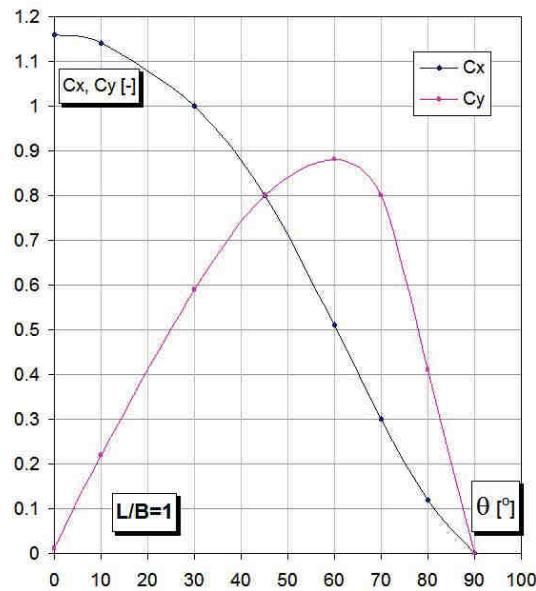

Fig. 15.2
Coeficienții aerodinamici  $C_x$  și  $C_y$  din relațiile (1) și (2) se aleg funcție de raportul L/B și unghiul  $\theta$ , din diagrama din fig. 15.2, determinată experimental [16].
Aerodynamic coefficients  $C_x$  and  $C_y$  of the (1) and (2) relations are chosen according to the ratio L/B and the  $\theta$  angle, from fig. 15.2 diagram, determined experimentally [16].